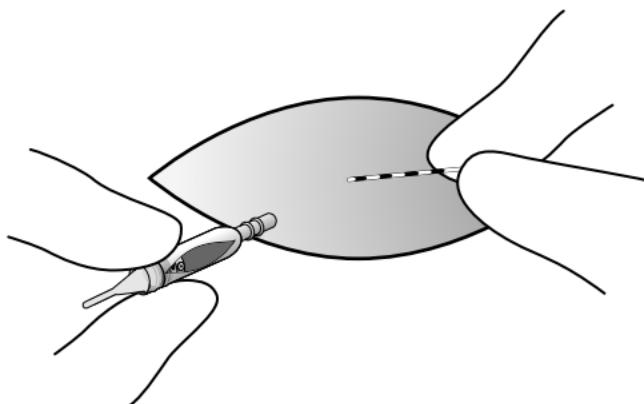

Figure 8. Retirez le capuchon de l'électrode et le capuchon de protection du connecteur.
8. Retirer le capuchon de l'électrode et le capuchon de protection du connecteur par l'incision et les jeter (Figure 8).